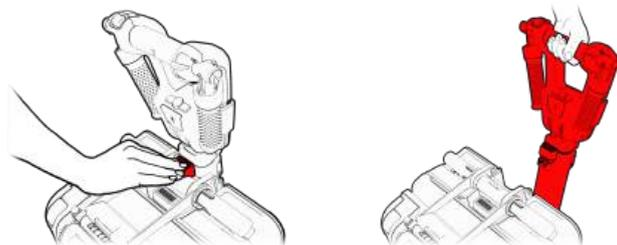

Figura 46
2. Premere il pulsante dell'asta (vedere la Figura 46, passaggio 1) e inclinarlo allontanandolo dal corpo principale di ATTO (vedere la Figura 46, passaggio 2).